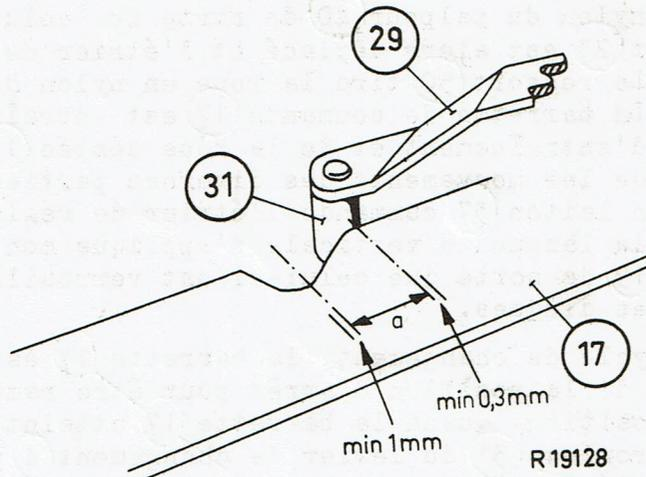
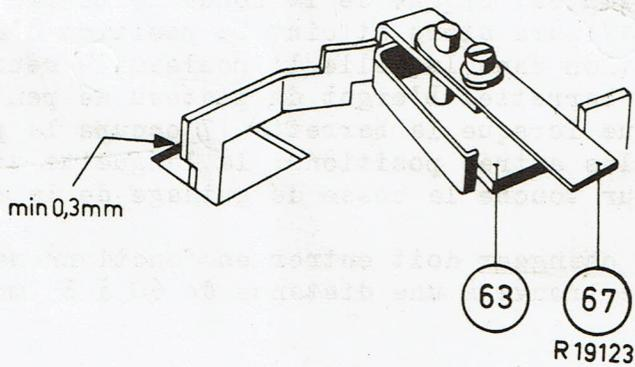
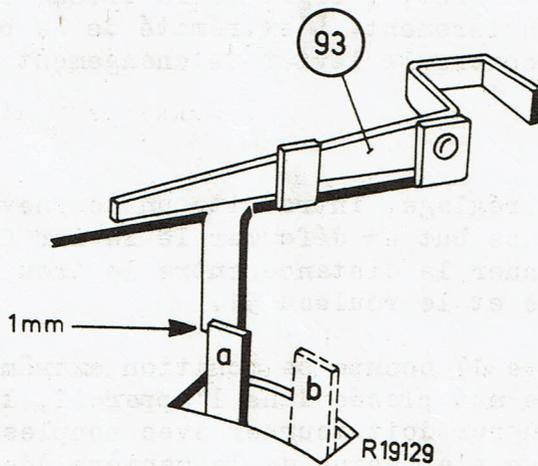

Fig.12
Fig.13
Fig.14
La barrette d'arrêt de l'étrier 169 est maintenue dans sa position supérieure par le ressort 206. Lorsque le dernier disque tombe sur le plateau, le presse-disques 174 descend lui aussi, en entraînant la barrette d'arrêt. Celle-ci tombe sur la lame de ressort 67. Le dernier disque étant joué, la barrette 17 se déplace vers l'arrière, tout comme l'étrier d'arrêt 63 (voir la fig. 13). La lame de ressort 67 bute alors contre la barrette d'arrêt de sorte que l'étrier de commutation 63 est tourné. La languette de l'étrier de commutation 63, qui dépasse la barrette 17 du côté supérieur, déplace l'étrier de blocage (voir la fig. 14). Celui-ci comporte une languette qui traverse l'étrier de montage 2. Cette languette passe alors de la position b dans la position a. Dans cette position, elle se trouve devant la languette dirigée vers le bas de l'étrier de mise en place 93. Le bras de pick-up est ainsi retenu. Pendant que la barrette 17 est amenée dans la position d'arrêt, le bras de pick-up descend sur son support et la languette de blocage qui a été libérée entre temps est ramenée dans sa position initiale b par le ressort 39. Quand la barrette 17 se trouve tout près de la position d'arrêt, la languette de l'étrier 63, dirigée vers l'axe du plateau, pousse l'interrupteur secteur dans la position "Arrêt". Comme le rouleau 31 a déjà atteint la pente d'arrêt de l'encoche et qu'il exerce sur cette dernière une certaine force, la barrette 17 prend la position d'arrêt, voir la fig. 12. Pendant ce temps, le ressort en laiton de l'étrier d'arrêt 63 bute contre la vis en saillie de l'étrier de montage 2. De ce fait l'étrier d'arrêt 63 reprend sa position initiale.
1. L'interrupteur secteur doit être ouvert lorsque le rouleau 31 se trouve sur le trajectoire a (voir la fig. 12).
2. Tourner le pignon en nylon à la main jusqu'à ce que la barrette 17 ait atteint la position de changement (le rouleau s'applique alors contre le côté biseauté de la barrette). Introduire l'axe du presse-disques dans le trou qui lui est réservé de sorte que la barrette d'arrêt est poussée vers le bas. Lorsque la lame de ressort 67 est alors appliquée contre l'extrémité poussée vers le bas de la barrette d'arrêt, la languette en saillie de l'étrier d'arrêt 63 doit appuyer contre le côté latéral de l'encoche pratiquée dans la barrette 17 (voir la fig. 13).